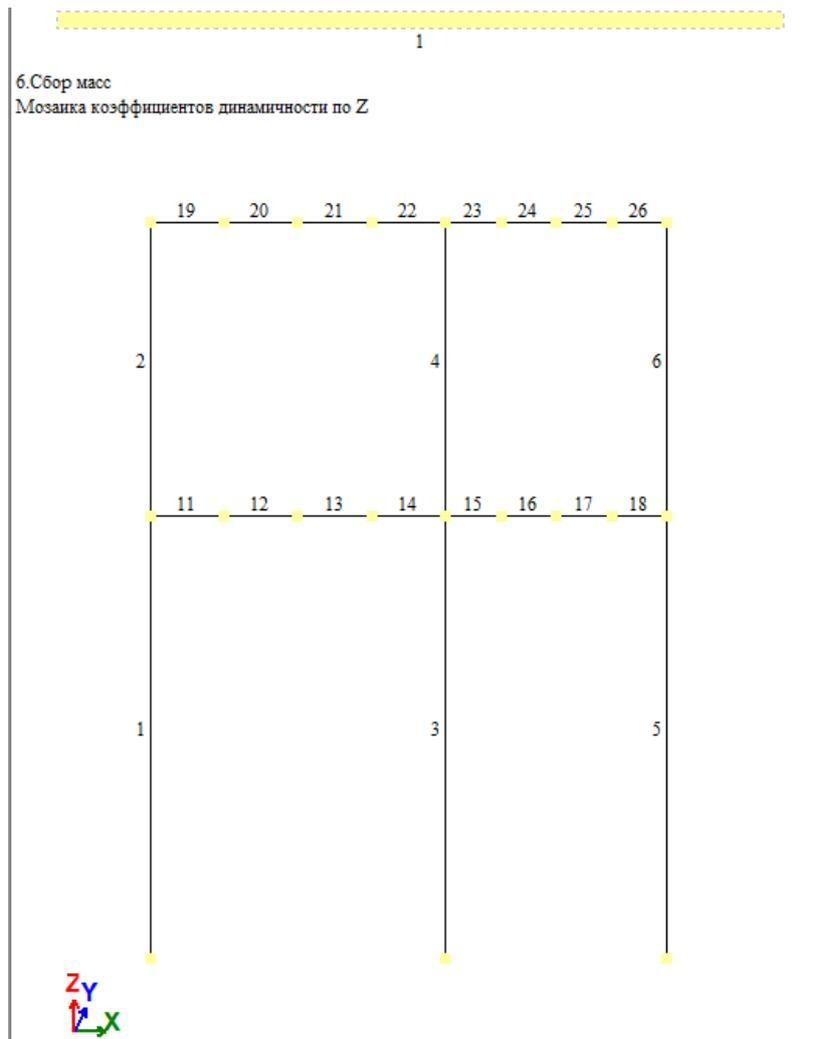

Рис.16.36 Мозаика коэффициентов динамичности по Z
- Для назначения коэффициента динамичности 1, щёлкните по кнопке  - **Применить** (на мозаике коэффициентов динамичности по Z отобразятся изменения (Рис.16.36));